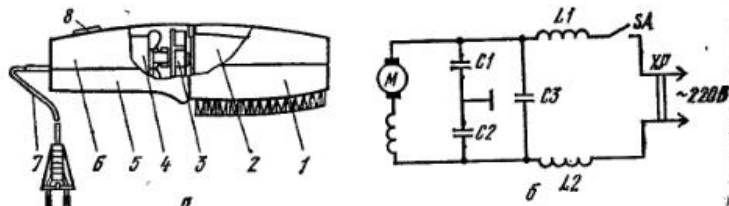

Рис. 71. Электрощетка-пылесос «Ветерок-3»:
**ЭЛЕКТРОЩЕТКА-ПЫЛЕСОС «ВЕТЕРОК-3».** Предназначена для чистки от пыли одежды, головных уборов, мягкой мебели и т. д. Корпус 6 (рис. 71, а) электрощетки-пылесоса разборный, состоит из двух полукорпусов (верхнего и нижнего) и съемной волосной щетки. Корпусные детали изготавливаются из ударопрочного полистирола различных цветов.
Электрическая схема электрощетки-пылесоса «Ветерок-3» (рис. 71, б) состоит из малогабаритного электродвигателя; высокочастотных дросселей L1 и L2 и помехоподавляющего устройства, состоящего из конденсаторов C1, C2 и C3 (рабочее напряжение 500 В). Включение щетки-пылесоса производится ползунковым выключателем.